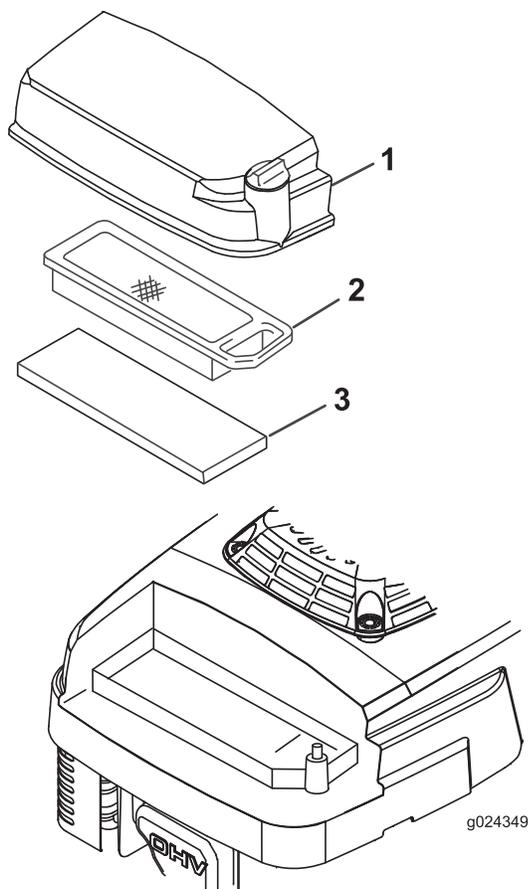

Bild 19
3. Lösen Sie die Schraube am Luftfiltergehäuse (Bild 19).
5. Nehmen Sie den Papierluftfilter ab, prüfen Sie ihn (Bild 19) und werfen Sie ihn weg, wenn er zu stark verschmutzt ist.
6. Entfernen Sie den Schaumvorfilter (Bild 19) und waschen Sie ihn in milder Seifenlauge. Tupfen Sie ihn dann trocken.